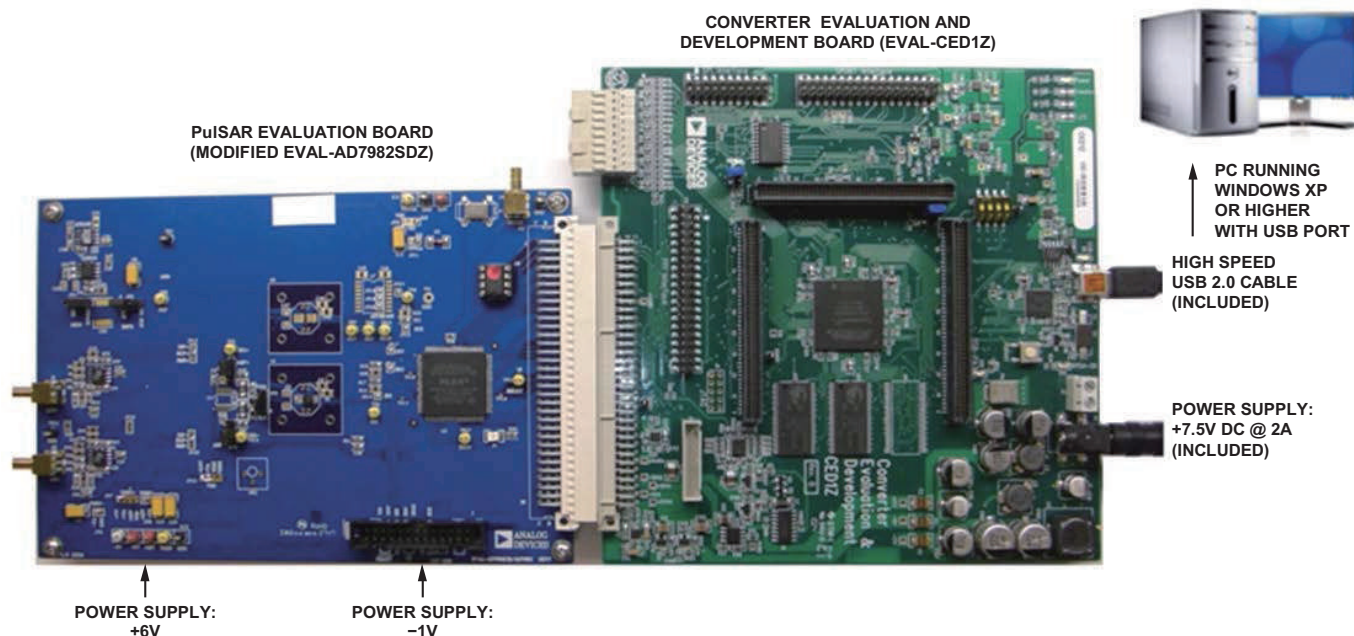
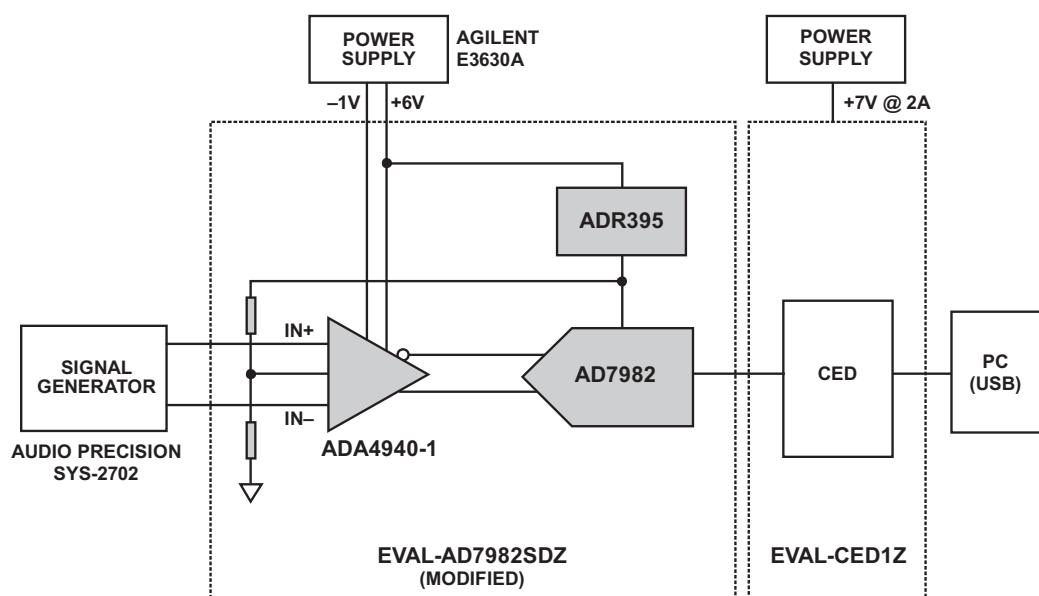

图4. PuISAR ADC评估平台
图5. 测试设置功能框图
**EVAL-CED1Z**板是一种使用ADI精密转换器的系统评估、演示和开发平台。它提供转换器和PC之间所需的通信，编程或控制器件，通过USB线收发数据（如图4和图5所示）。